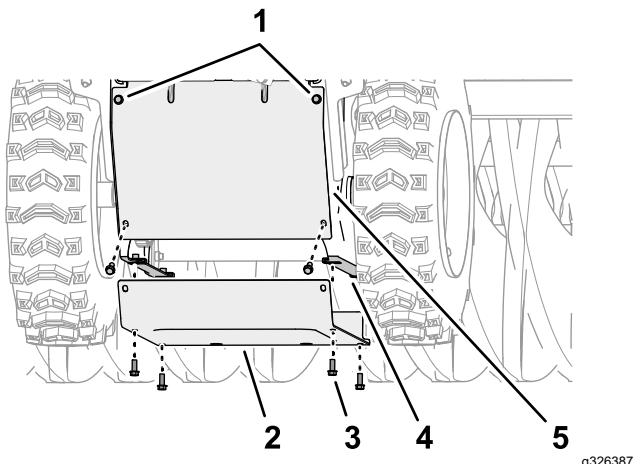

Figura 51
4. Na parte inferior da máquina, alinhe os furos da cobertura inferior com os furos nas flanges das placas laterais da esquerda e da direita (Figura 51).
5. Monte a cobertura inferior na máquina (Figura 51) com os seis parafusos de cabeça flangeada ($\frac{1}{4}$ pol. x $\frac{5}{8}$ pol.)
6. aperte os dois parafusos de cabeça flangeada superior ($\frac{1}{4}$ pol. x $\frac{5}{8}$ pol.) que prendem a cobertura traseira à máquina (Figura 51).